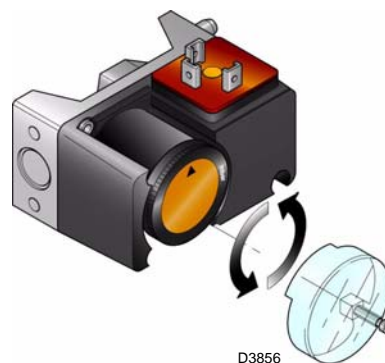

图 27
- 调节最大燃气压力开关 (图 27) 到量程的终止位置。
上述调整结束后，开始调节最大燃气压力开关，此时开关位置应置于量程结束位置 (图 27)。